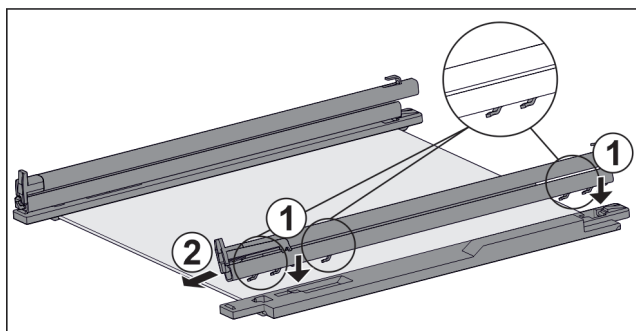

Fig. 125 Płyta szklana z szynami i elementami mocującymi
- ▶ Założyć haki szyny w otworach **lewego** elementu mocującego. Fig. 125 (1)
- ▶ Pociągnąć szynę do przodu. Fig. 125 (2)
- ▶ Założyć haki szyny w otworach **prawego** elementu mocującego. Fig. 125 (1)